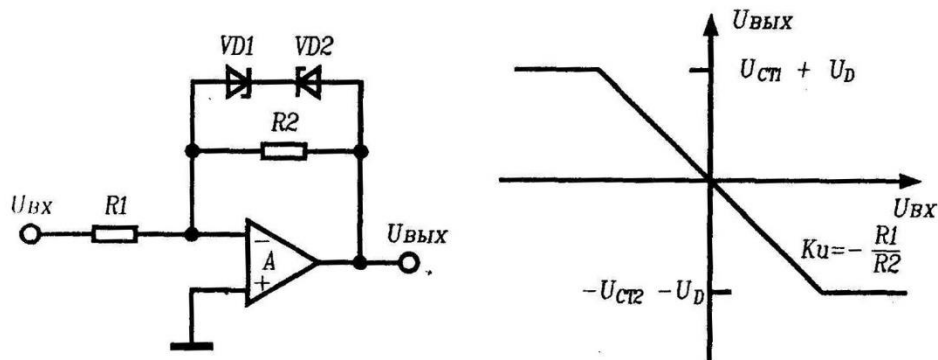

Рис. 2.1. Схема ограничителя выходного напряжения на ОУ
- ограничителей выходных сигналов ОУ (рис.2.1,2.2, 2.3):
В схеме на рис.2.1,а выходное напряжение ограничивается стабилитронами VD1 и VD2 на уровне $\pm(U_{\text{ст}} + U_{\text{пр}})$ В, где $U_{\text{ст}}$ - напряжение стабилизации стабилитрона; $U_{\text{пр}}$ - падение напряжения на стабилитроне, смещенном в прямом направлении.